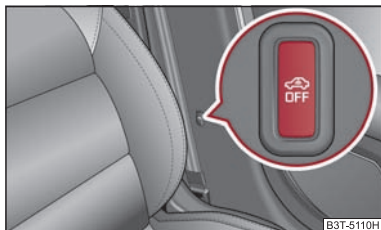

Fig. 38 Tecla para la vigilancia del habitáculo y el control de la protección contra remolcado
- Pulse la tecla 🚗 del montante central en el lado del conductor ⇒ **fig. 38**, la tecla cambiará el color del símbolo 🚗 de rojo a naranja.